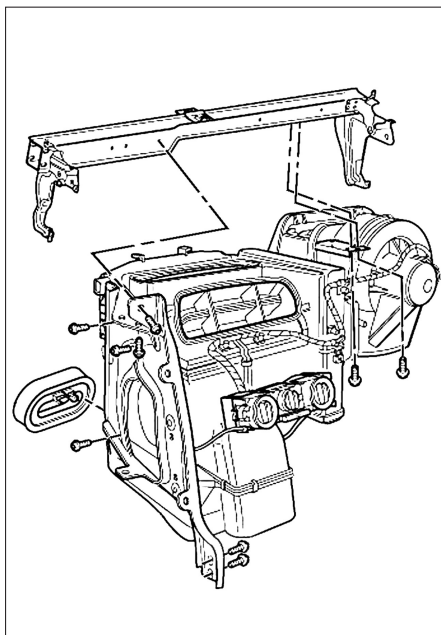

Fig. 6
- Les vis de fixation du bloc de chauffage-ventilation et le dégager (Fig.6)